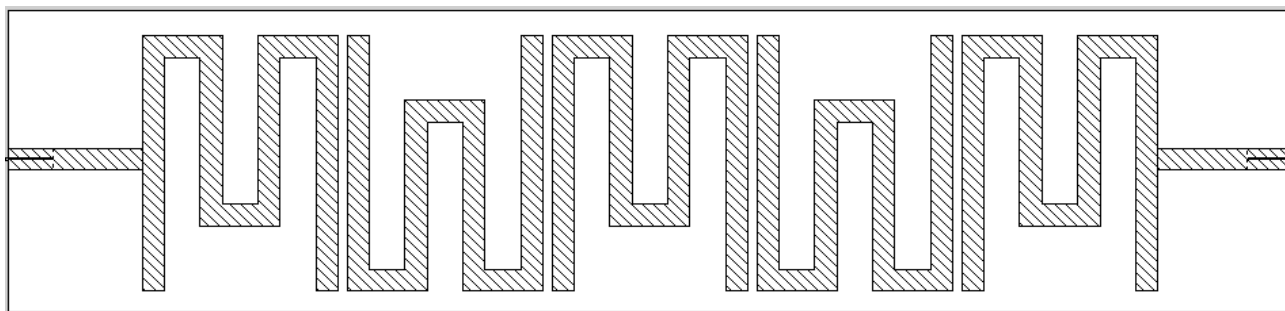

Рис. 3.120
11. Выделите все элементы топологии, щёлкните правой кнопкой мышки по любому топологическому элементу и выберите **Mesh/Material Properties**. В поле **Select Material** открывшегося окна введите **1/2oz Cu**, нажмите **OK**. Должна получиться топология, показанная на рис. 3.120.